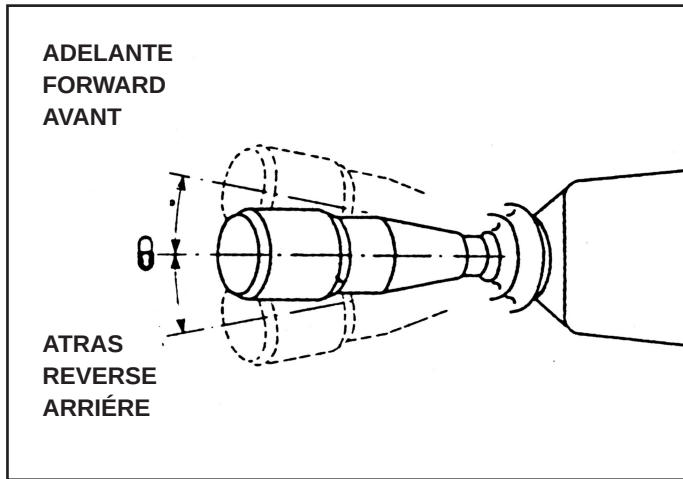

Fig. 10
- 2) Situar el mando del inversor 14, Fig. 3 en la posición de marcha deseada, de acuerdo a las indicaciones de la Fig. 10.
- 2) Put the inversor lever 14, Fig. 3 into the desired gear, according to the indications of the Fig. 10.
- 2) Placer la commande de l'inverseur 14, Fig. 3 dans la position de marche désirée, en suivant les indications du Fig. 10.